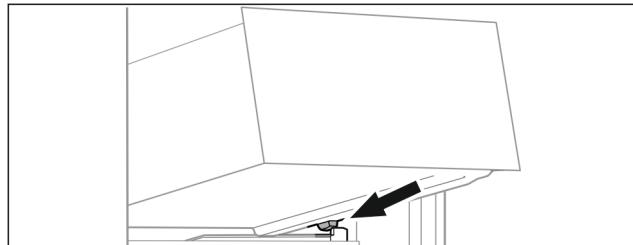

Fig. 22
- ▶ Наклоняя вниз, установите выдвижной ящик за стопоры на контейнерное ребро Fig. 22 () .